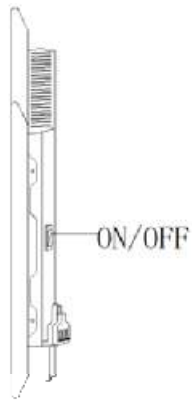

Fig. 7
5. Placez 2 vis dans la partie supérieure du support mural. (Fig. 7)
Installez et branchez correctement l'appareil, puis appuyez sur le bouton « Interrupteur d'alimentation principale » en position « I » pour avoir du courant. **(Fig. 7)**